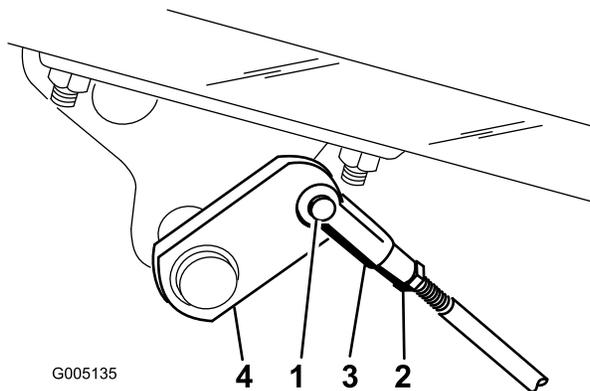

図 55
2. ブレーキが片効きであれば、コッターピンとクレビスピンを外して、ブレーキロッドを外す 図 55。
3. ジャムナットをゆるめ、クレビスを調整する 図 55。
4. クレビスをシャフトに取り付ける 図 55。